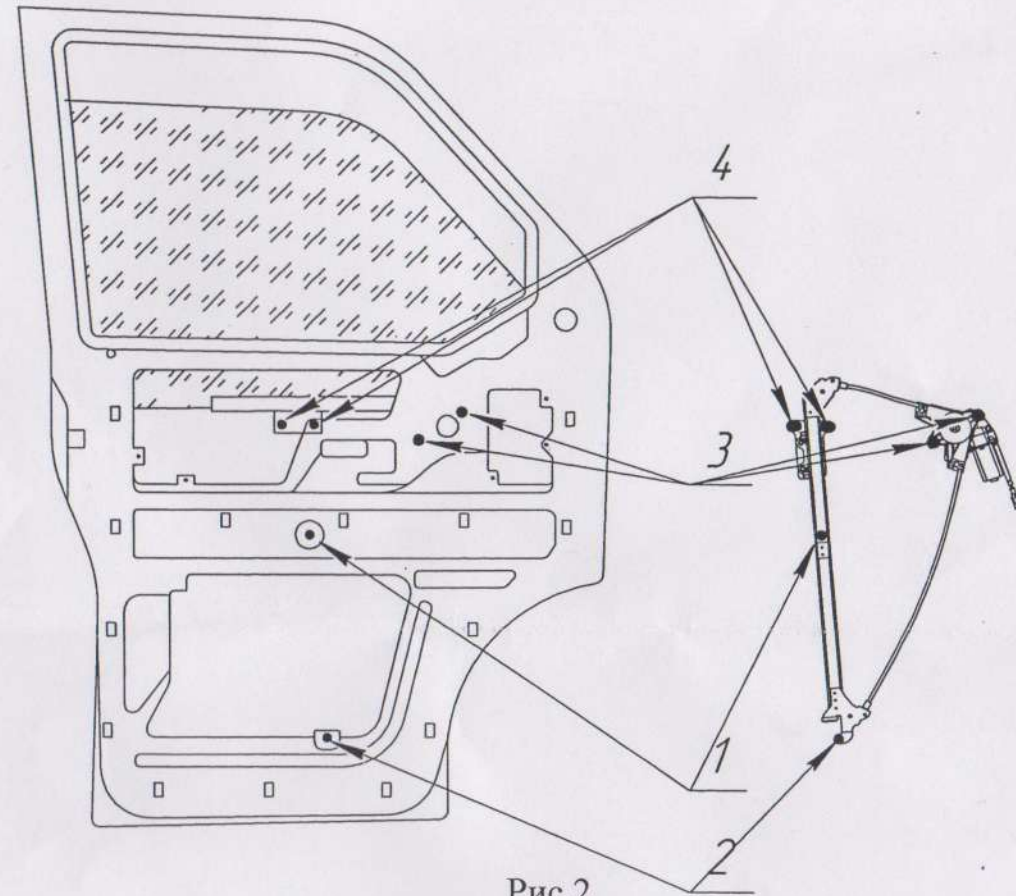

Рис.2
6.5.2 Ввести ЭСП в полость двери через верхний монтажный люк панели двери, совместить точки крепления 1 и 2 направляющей с отверстиями панели двери (см. рис. 2) предварительно закрепить не затягивая, совместить точки крепления 3 мотор-редуктора с отверстиями панели двери (см. рис.2) и окончательно закрепить мотор-редуктор.
6.5.3 Совместить отверстия 4 подвижной пластины ЭСП с отверстиями обоймы стекла (см. рис.2) закрепить штатными винтами не затягивая.
6.11 Соответствующими переключателями поднять правое и левое стекло в крайнее верхнее положение до упора и окончательно закрепить точки крепления 1, 2 и 4 (см. рис.2).